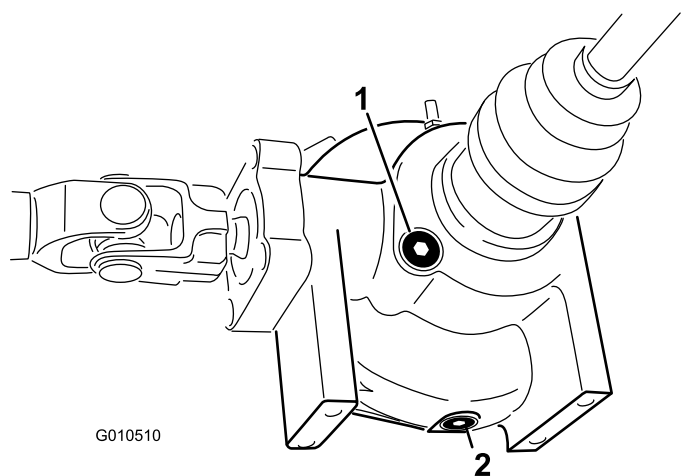

Figure 51
2. Nettoyez la surface autour du bouchon de vidange sur le côté du différentiel (Figure 51).